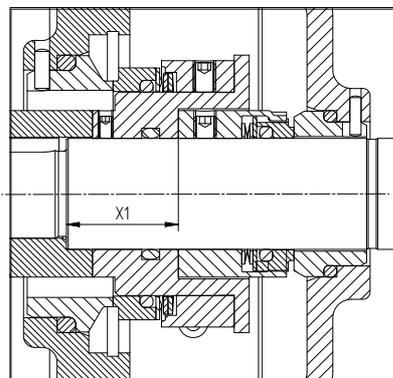

Abbildung 16: Einstellen der doppelwirkenden Gleitringdichtung MD1.
- 6 Montieren Sie den Gleitring der Gleitringdichtung (1220) auf die Aufnahmhülse. Justieren Sie auf die X1-Größe in Abbildung 16 mit entsprechender Tabelle. Ziehen Sie dann die Sicherungsschraube an.